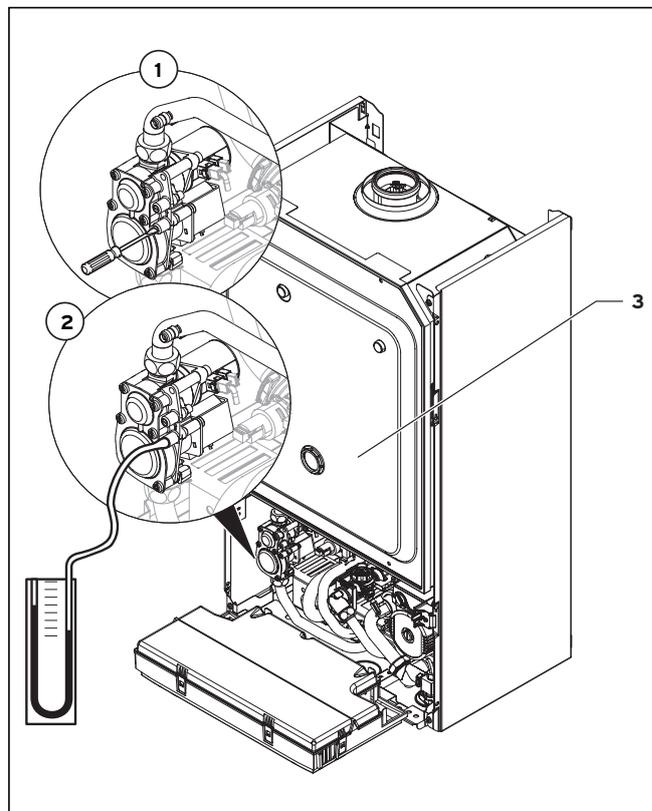

Fig. 6.4 Comprobar la presión de conexión
Para comprobar la presión de conexión se procede como se indica a continuación, (véase la fig. 6.4):
- Soltar los cuatro tornillos de la tapa de la cámara (3 en fig. 6.4) y retirar la tapa.
- Conectar un manómetro digital o de tubo en U (2 en fig. 6.4).
- Soltar los cuatro tornillos de la tapa de la cámara (**3** en fig. 6.4) y retirar la tapa.